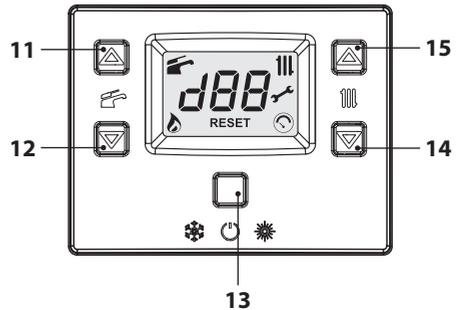
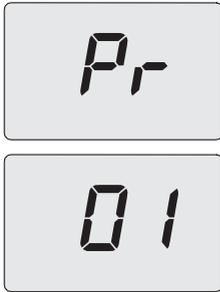

Figura 8.2
Figura 8.3
- Entre en la "modalidad de programación" pulsando simultáneamente durante 10 segundos los botones 13 - 14 - 15 (Figura 8.2) hasta que aparezcan en el display LCD las letras **Pr** alternadas con el número del parámetro **01**, indicando que se ha entrado en el "parámetro 01" (Figura 8.3).
- Pulsando el botón 13 (Figura 8.2) se confirma el valor introducido. El display muestra durante 3 seg. el mensaje "**Ok**" (Figura 8.5), y luego aparece la lista de los parámetros.
- Para salir, pulse el botón 13 (Figura 8.2) y desconecte la alimentación eléctrica.